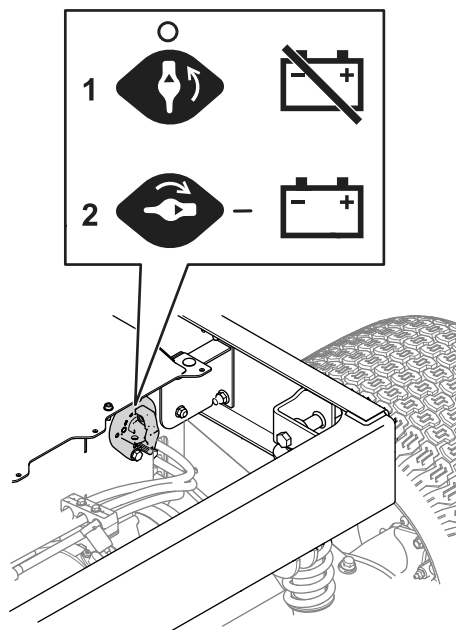

Figure 36
3. Placez le coupe-batterie à la position souhaitée, comme montré à la Figure 36.